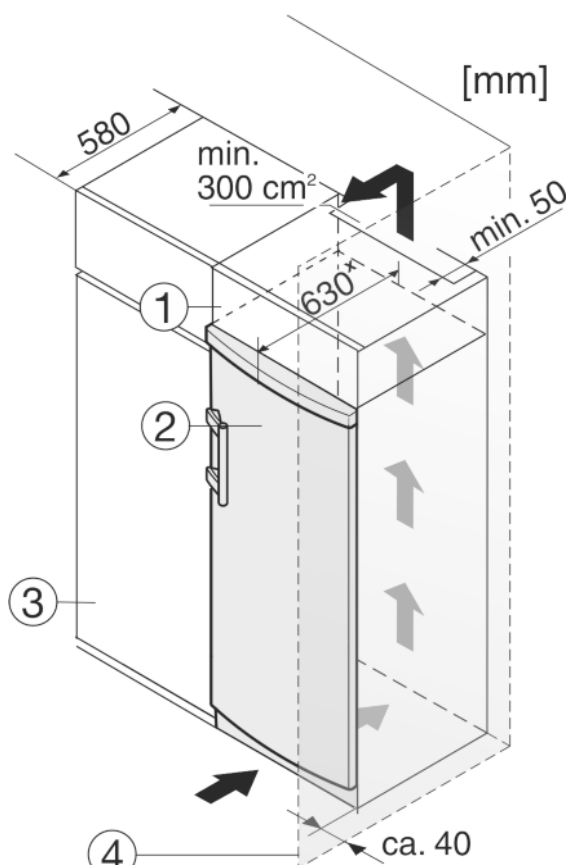

Fig. 9
Het apparaat Fig. 9 (2) kan worden ingebouwd in de keuken. Om het apparaat aan de hoogte van het keukenblok aan te passen, kunt u er een passende opbouwkast Fig. 9 (1) op plaatsen.
Bij een ombouw met keukenkasten (diepte max. 580 mm) kan het apparaat direct naast de keukenkast Fig. 9 (3) worden geplaatst. Het apparaat steekt aan de zijkant 34 mm^x en in het midden 50 mm^x uit ten opzichte van het keukenkastfront.
Plaast u het apparaat met de scharnierkant naast een muur Fig. 9 (4), dan moet de afstand tussen apparaat en muur minstens 40 mm bedragen. Dit in verband met het uitsteken van de deurgreep bij een geopende deur.